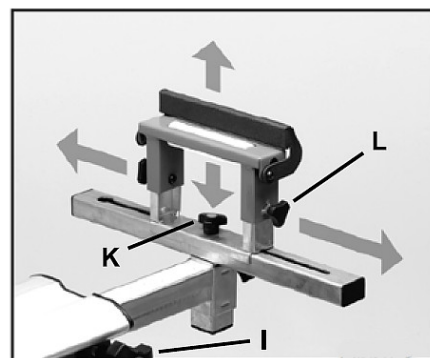

Abb. 12: Montage Rollenauflage mit klappbarem Anschlag
Die Rollenauflage kann nach vorne und hinten durch Lösen des Drehgriffes (K) verschoben werden. (Abb. 12) In Ihrer Höhe sind die Rollen durch Lösen der Drehgriffe (L) bzw. durch die komplette „T“-Auflage einstellbar. Durch Verstellen des Auslegearms kann die Distanz zwischen Rollen und Maschine verändert werden. Hierzu ist der Drehgriff (I) zu lösen.